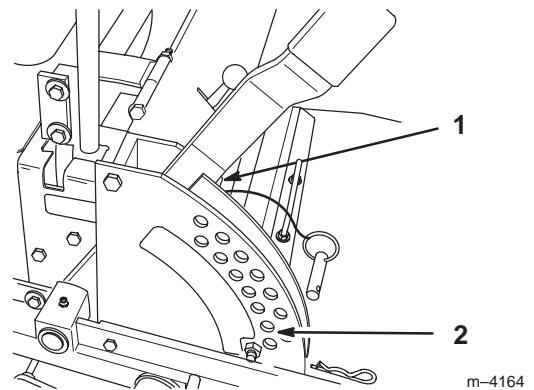

Figure 64
4. Relevez le plateau de coupe en position de transport et détendez les deux grands ressorts de levage du plateau en desserrant l'écrou situé devant chaque ressort (Fig. 64).
5. Placez deux cales de 38 mm (1-1/2") d'épaisseur sous le bord inférieur arrière gauche et droit de la tondeuse. Placez une cale de 57 mm (2-1/4") sous le bord inférieur central avant de la tondeuse. Sélectionnez la hauteur de coupe de 51 mm (2") (Fig. 64).
- Déplacez le levier de relevage du plateau de coupe à la position de transport (Fig. 64).